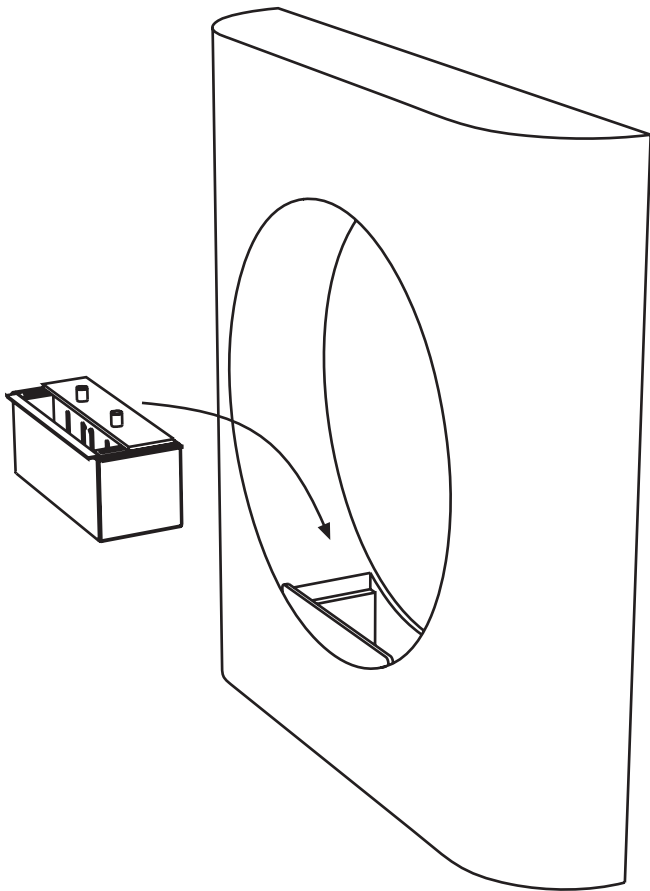

Abb. 8
- Der Brenner B wird mit Sicherheitswanne in das Kamingehäuse A eingesetzt, die Brennöffnung des Brenners muss nach oben und nach vorne gerichtet sein (siehe Abb. 8).